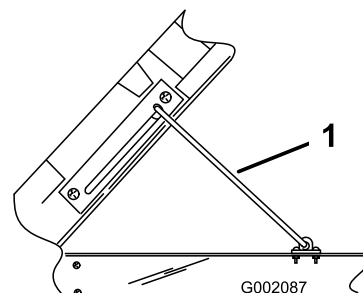

Figure 24
2. Placez la béquille de maintien dans la fente de verrouillage pour bloquer le plateau en position (Figure 24).